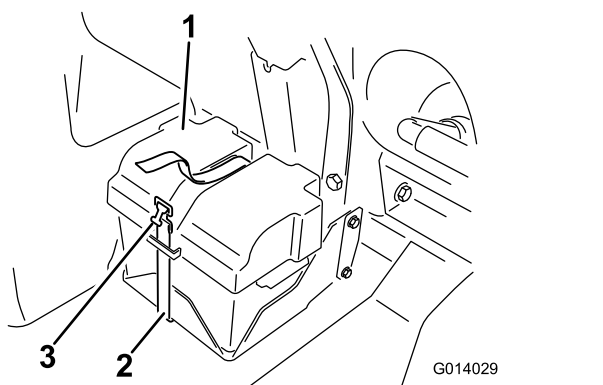

Figura 65
3. Instale la cubierta de la batería, sujetándola con la correa que retiró anteriormente (Figura 65).